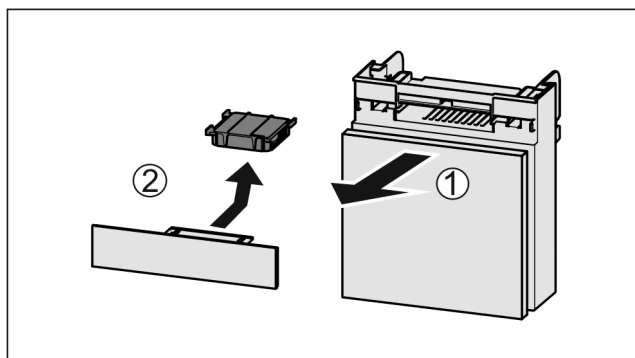

Fig. 181
- Fach nach vorne herausziehen Fig. 181 (1).
- Aktivkohlefilter entnehmen Fig. 181 (2).